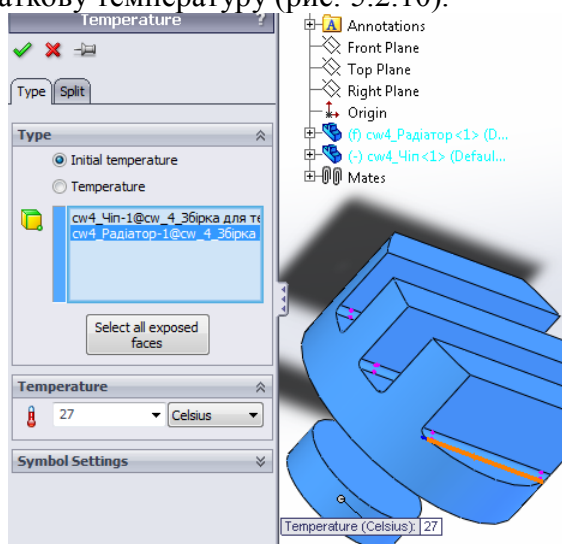

Рис. 5.2.10. Визначення початкової температури системи
9. Для цього необхідно задати початкову температуру деталей. нехай вона була 27°C. Для цього треба вибрати обидва тіла і задати граничну умову **Температура (Temperature)** і указати початкову температуру (рис. 5.2.10).